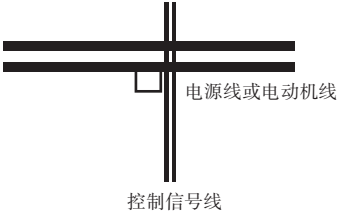

图3-14 系统配线要求
- ① 变频器到电动机的线缆(U、V、W端子引出线)应尽量避免与电源线(R、S、T或R、T端子输入线)平行走线。应保持30厘米以上的距离；
- ② 变频器输出U、V、W端子三根电机线尽量置于金属管或金属布线槽内；
- ③ 控制信号线应采用屏蔽电缆，屏蔽层与变频器PE端相连，靠近变频器侧单端接地；
- ④ 变频器PE端接地电缆不得借用其它设备接地线，必须直接与接地板相连；
- ⑤ 控制信号线不能与强电电缆(R、S、T或R、T与U、V、W)平行近距离布线，不能捆扎在一起，保持20~60厘米（与强电电流大小有关）以上的距离。如果要相交，则应相互垂直穿越，如图3-14所示；
- ⑥ 控制信号和传感器等弱电接地线必须与强电接地线分别独立接地；
- ⑦ 禁止在变频器电源输入端(R、S、T或R、T)上连接其它设备。